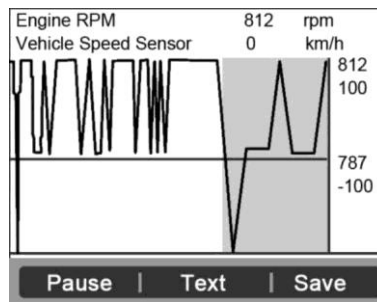

Рисунок 5-13
- Если внизу окна отображается кнопка **Graphics [График]** при выборе ПИД-регулятора, данные могут быть представлены в виде графика. Нажмите кнопку **Graphics [График]**, чтобы ознакомиться с графиком. См. рисунок 5-13. На экране отображается название ПИД-регулятора, текущее значение, а также максимальное и минимальное значения.